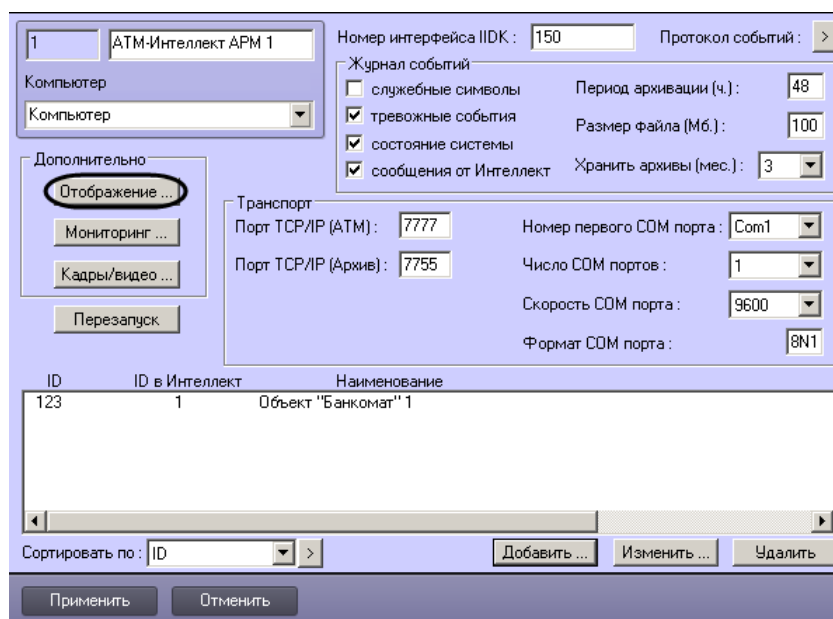

Рис. 6.4—1 Настройка отображения информации в Протоколе событий
1. Перейти на панель настройки объекта **АТМ-Интеллект АРМ** (Рис. 6.4—1).
2. Нажать на кнопку **Отображение ...** (см. Рис. 6.4—1).